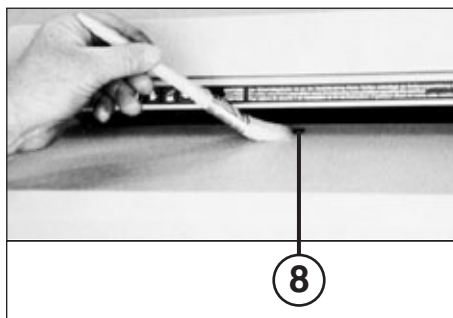

Fig. 5
PULIZIA DELLE FOTOCELLULE (8) (fig. 5):